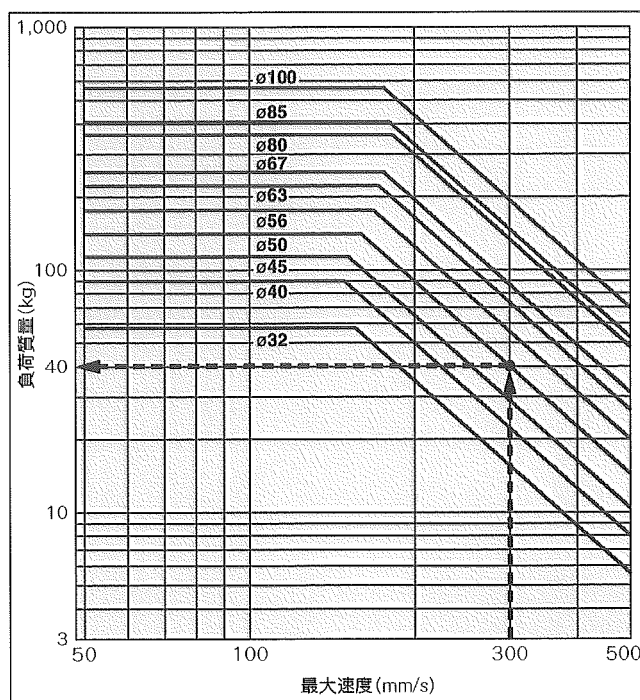

図3. 許容運動エネルギー
- **許容運動エネルギー(図3)以内でご使用ください。**